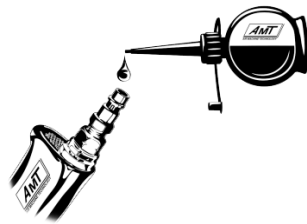

Рис. 5
- Капнуть 1-2 капли масла для пневмоинструмента во входное отверстие (Рисунок 5).